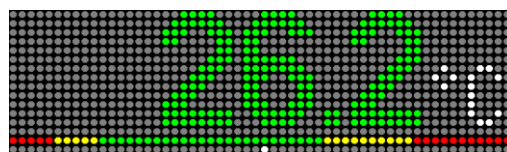

Рисунок 2.19 – Графическая шкала в виде точки
- точкой, обозначающей текущее положение (Рисунок 2.19).